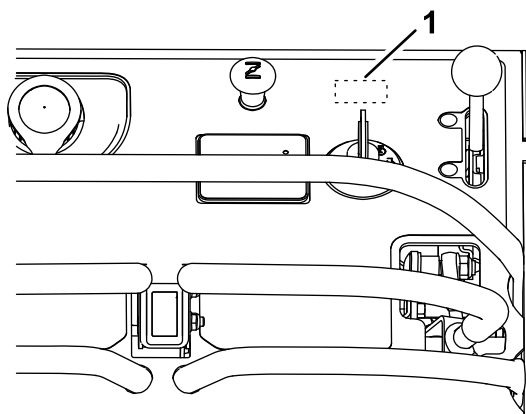

Figure 4
3. Retirez et mettez au rebut le cache prédécoupé dans la tour de commande (Figure 4).